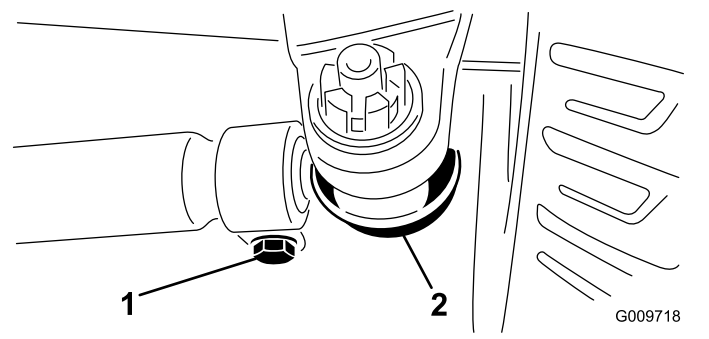

图62
3. 拧松横拉杆两端的夹具 (图62)。
2. 要进行调节应从任一横拉杆球窝接头卸除开口销和螺母 (图62)。从轴箱支架中拆除横拉杆球窝接头。